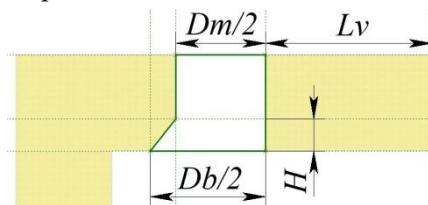

Рис. 3.4 – 3D профиль прорези под клапан
3.3.2 Начертите 3D профиль отверстия под клапан в гильзе на плоскости «Вид спереди», как показано на рис. 3.4. Создайте 3D узел в верхней правой точке.